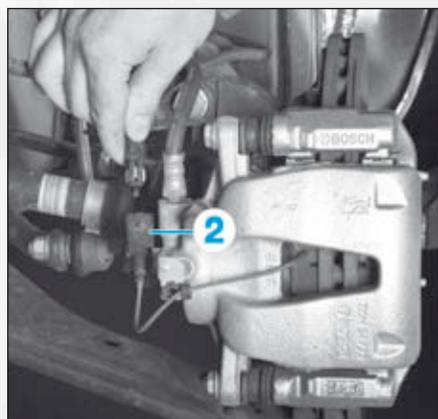

FIG.2
- Débrancher le connecteur (2) du capteur d'usure (Fig.2).